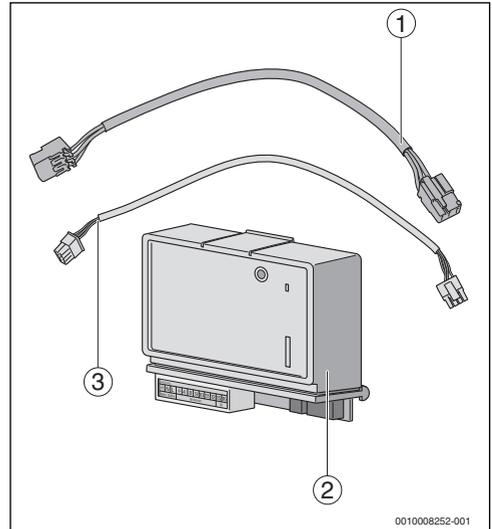

Bild 2 Lieferumfang (Fremdbrennermodul BRM10)
- Fremdbrennermodul BRM10 inkl. Brennerstecker und SI-Stecker (→ Bild 2, [2])
- Buskabel SAFe Bus (→ Bild 2, [3])
- Netzanschlusskabel (→ Bild 2, [1])